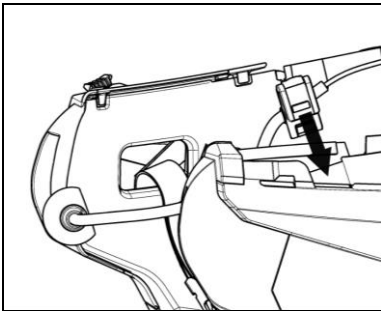

Fig. 7
- Rangez le câble à l'intérieur du casque et faites déclencher le clip de fixation droit dans le siège correspondant (Fig. 7).